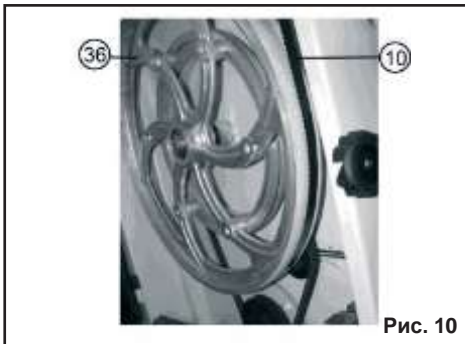

Рис. 10
11.4. Регулировка натяжения пильной ленты (Рис. 10, 11, 12)